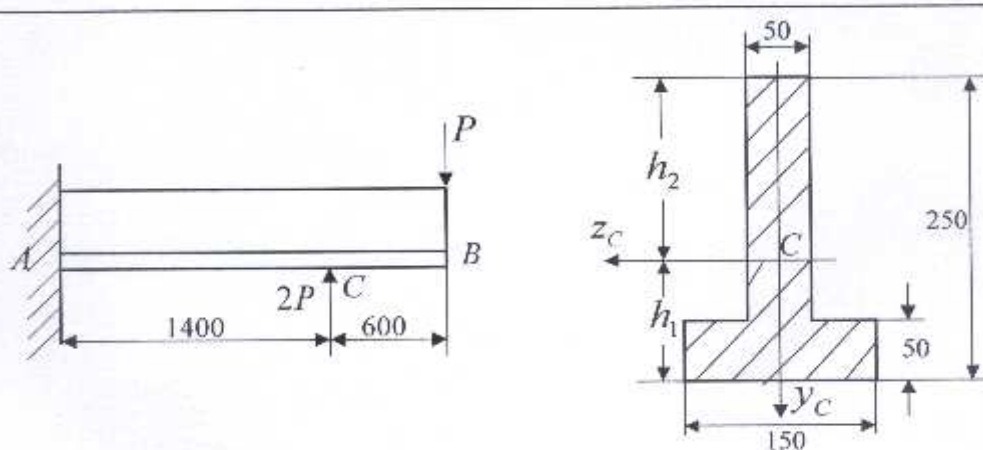

图 3-4
4、L 形截面铸铁悬臂梁，尺寸及载荷如图 3-4 所示。若材料的拉伸许用应力  $[\sigma_t] = 40 \text{ MPa}$ ，压缩许用应力  $[\sigma_c] = 160 \text{ MPa}$ ，截面对形心轴的惯性矩  $I_{xc} = 1.018 \times 10^{-4} \text{ m}^4$ ， $h_1 = 96.4 \text{ mm}$ ，试计算该梁的许可载荷  $P$ 。(15 分)